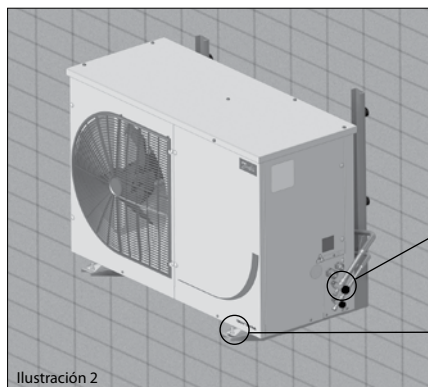

Ilustración 2
• La unidad se debe instalar de forma segura en un soporte estable y rígido al que se deberá fijar desde un principio. Consulte la ilustración 2.